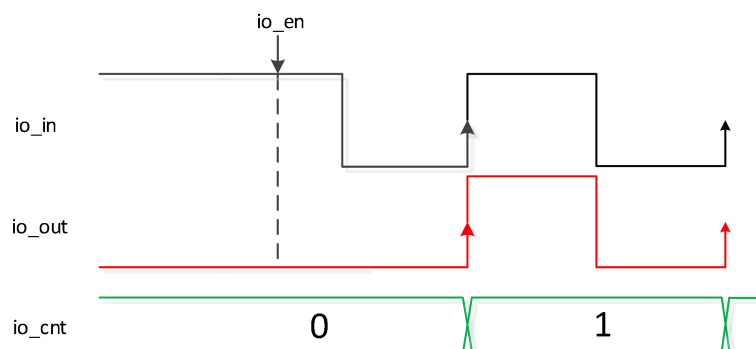

图 6 高电平启动上升沿计数（脉冲不分频）
- 当 `io_in` 处于高电平时启动，计数值加 1，如图 6 所示